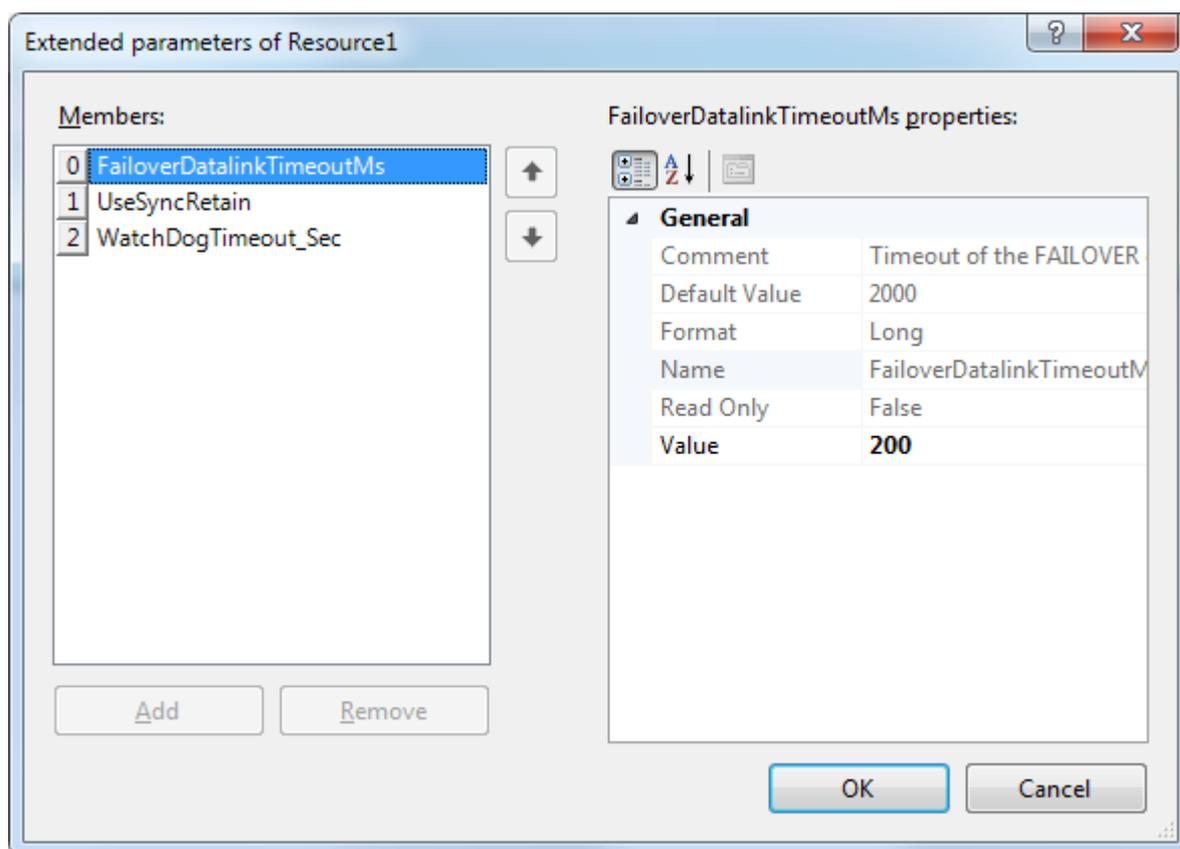

Рис. 2.30 – Настройка дополнительных параметров ресурса
- Extended Parameters – дополнительные параметры ресурса. При нажатии на кнопку редактирования появляется окно настройки дополнительных параметров ресурса (Рис. 2.30), в котором можно настроить три параметра: